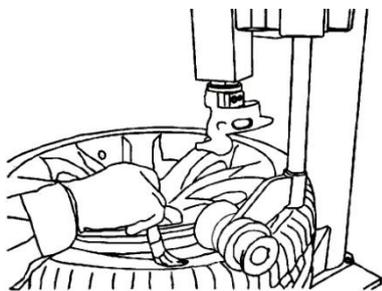

Abb. 8
- Gehen Sie mit dem Montageeisen zwischen Reifenwulst und dem vorderen Abschnitt des Montagekopfs und bewegen Sie den Reifen über den Montagekopf wie in Abb. 8 dargestellt.
- Mit dem Montageeisen in Position gehalten, wie in Abb. 8 gezeigt, drehen Sie den Drehteller im Uhrzeigersinn durch vollständiges drücken des Drehrichtungspedals.
Der Reifen kann altersbedingt aus dem Montagekopf herausgeschoben werden. Um dies zu verhindern, drehen Sie den Drehteller um 1 - 2 cm gegen den Uhrzeigersinn mit dem Montageeisen in Position, wie Abb. 8, dem Drehen im Uhrzeigersinn.